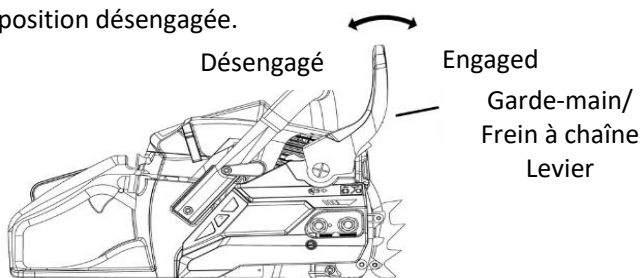

Figure 17 : Garde-main/levier de frein à chaîne
3. Placez le protège-mains / levier de frein à chaîne en position de fonctionnement normal (débrayé) par tirant la garde de la main vers le Poignée. Reportez-vous à la figure 17. Note : L' La tronçonneuse ne fonctionnera pas à moins que la main Le levier de frein de garde / chaîne est dans le position désengagée.